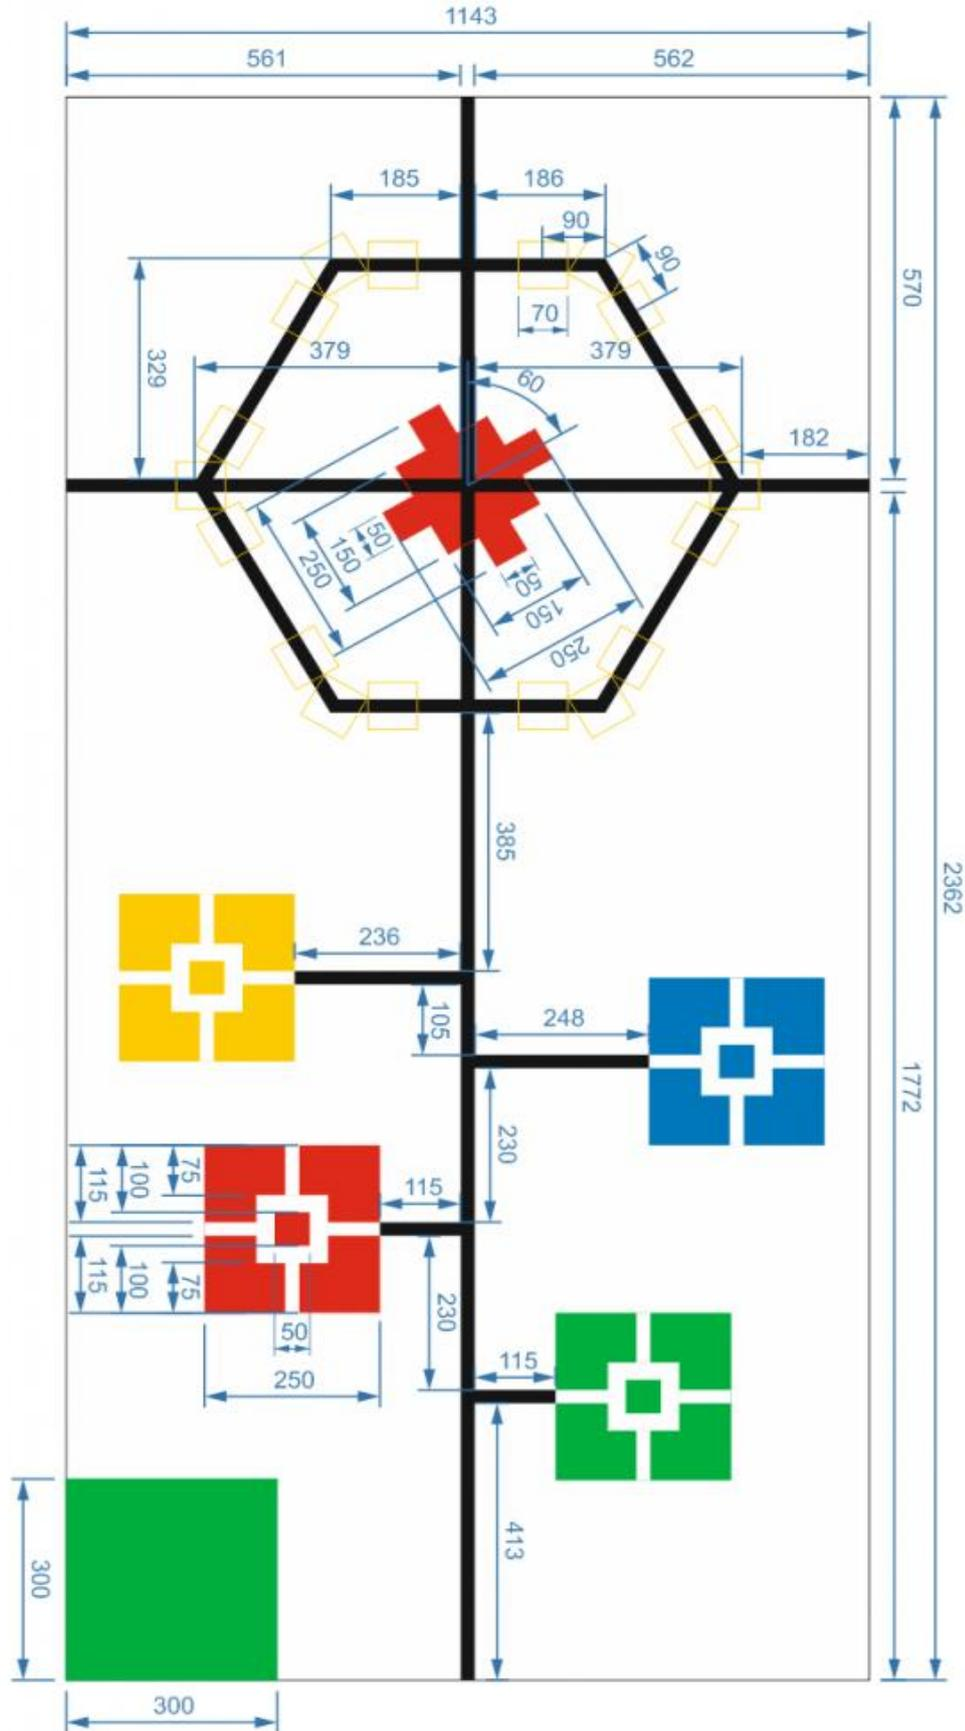

Рис. 11. Разметка поля
- 5.1 Разметка наносится на поле в соответствии с рис. 11.